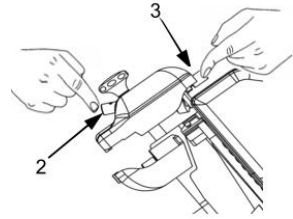

Fig. 28
8. Pulse los botones 2 y 3 al mismo tiempo durante 3-4 segundos y actívelos al mismo tiempo. (fig. 28).